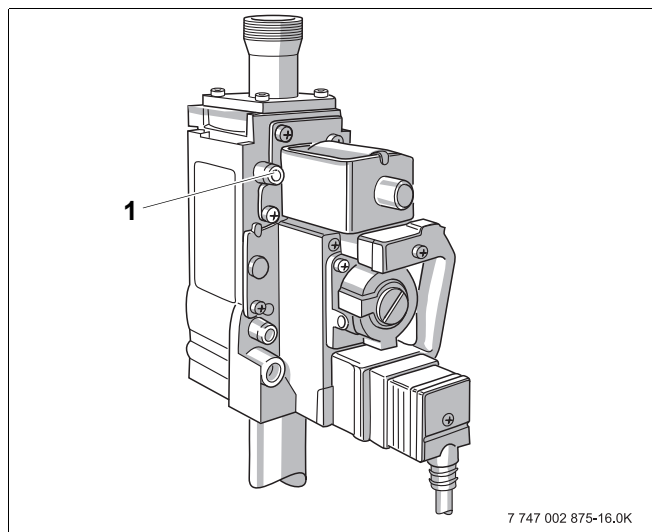

Рис. 50 Настройка мощности горелки
- Отверните на два оборота запорный винт контрольного ниппеля (Рис. 50, поз. 1) на газовой арматуре и наденьте измерительный шланг U-образного манометра.